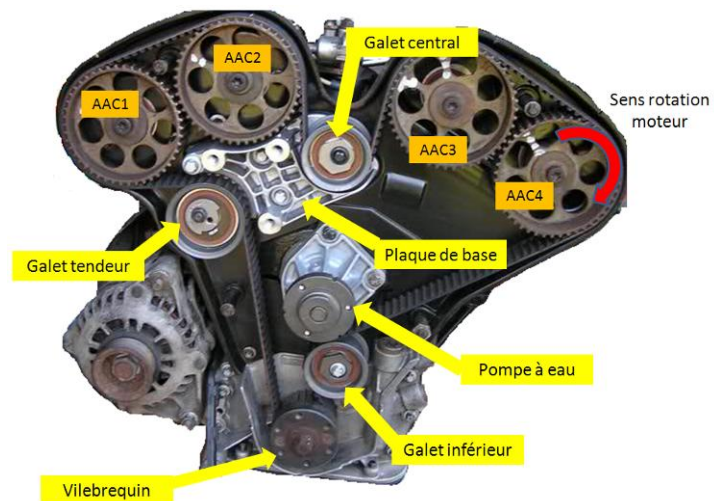

Figure 10
- Déposer la plaque de base des galets supérieurs (3 vis Torx E14), Figure 10.